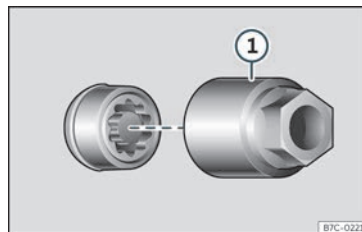

Fig. 40 Caragol antirobatori de la roda amb caputxó i adaptador.
- Encaixeu l'adaptador especial »» fig. 40 ① (eina de bord »» pàg. 47) en el caragol antirobatori de la roda fins al límit.